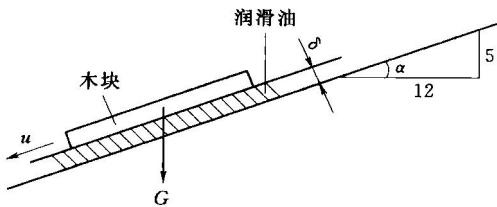

图 1-4
**【例 1-5】** 图 1-4 为一个底面积为  $50\text{cm} \times 50\text{cm}$ 、质量为  $5\text{kg}$  的木块，沿着  $5:12$  的斜面向下以速度  $u=0.25\text{m/s}$  匀速运动。已知木块底面与斜面之间的油层厚度为  $\delta=1\text{mm}$ ，润滑油的比重为  $0.92$ ，求油的动力黏度  $\mu$  和运动黏度  $\nu$ 。